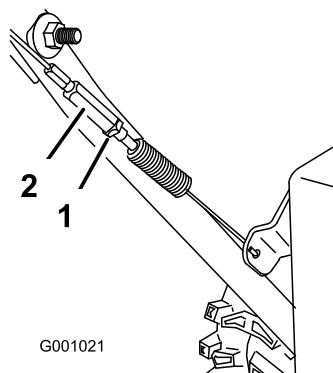

Рисунок 35
3. Затяните контргайку (Рисунок 35).